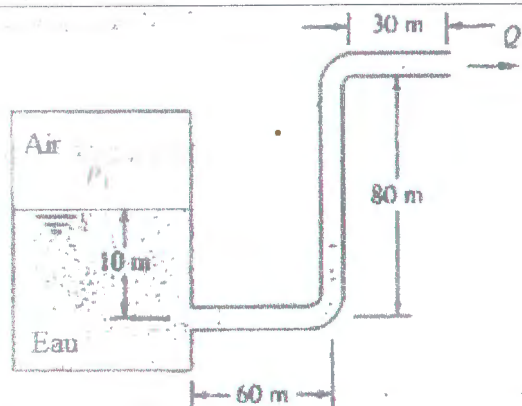

Figure 3
**Exercice 3:** Quelle est la pression effective  $p_1$  pour fournir un débit d'eau  $Q=60 \text{ m}^3/\text{h}$ ? (figure 3). On donne le diamètre de la conduite  $d=5\text{cm}$ , son coefficient de frottement  $\lambda=0.014$ .